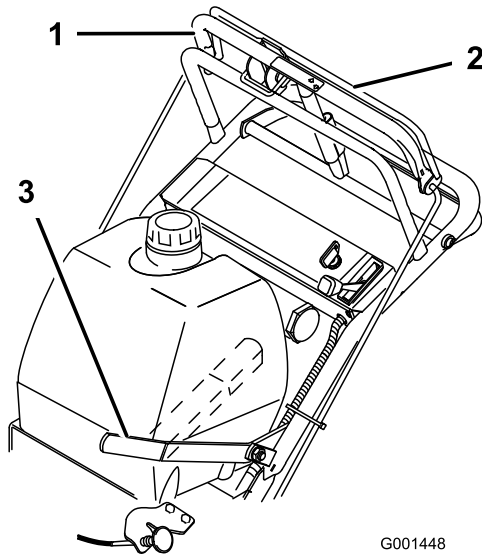

Figure 8
1. Pour engager les lames, serrez la barre de commande des lames contre la barre de commande supérieure (Figure 8).
Pour désengager les lames, tirez le levier de commande des lames à fond en arrière (Figure 8). Le moteur s'arrêtera quand la barre de commande des lames sera relâchée alors que le levier de commande est engagé.